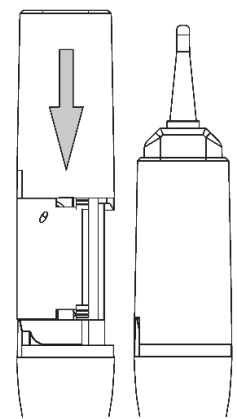

Figure 5
8. Tirer le boîtier orange vers l'arrière afin de verrouiller la cartouche. La cartouche est désormais complètement fermée (**Figure 5**).